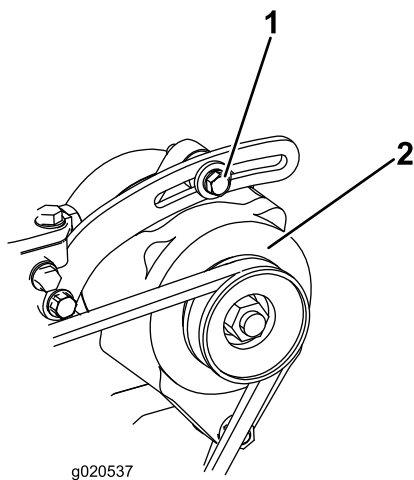

Figure 65
2. Desserrez les boulons de fixation de l'alternateur (Figure 65).